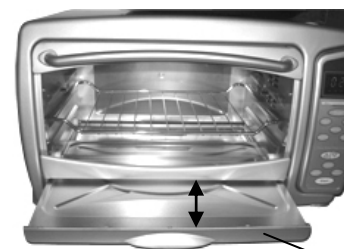

Fig. 19
**RETIREZ RÉGULIÈREMENT LE PLATEAU À MIETTES DE LA FENTEZ POUR LE NETTOYER. (Fig. 19)**